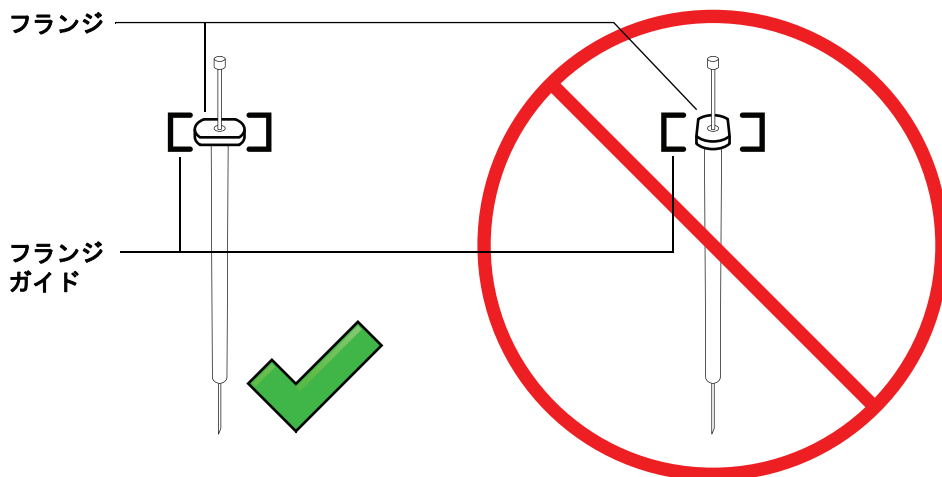

図 68 シリンジフランジの向き
- 7 シリンジフランジをフランジガイドに合わせ、シリンジを押してはめ込みます。ニードルの先端がニードルサポートフットのガイドホールに通ったままにしておきます。必ず、シリンジフランジの平らな端が外側に向くようにします (図 68)。